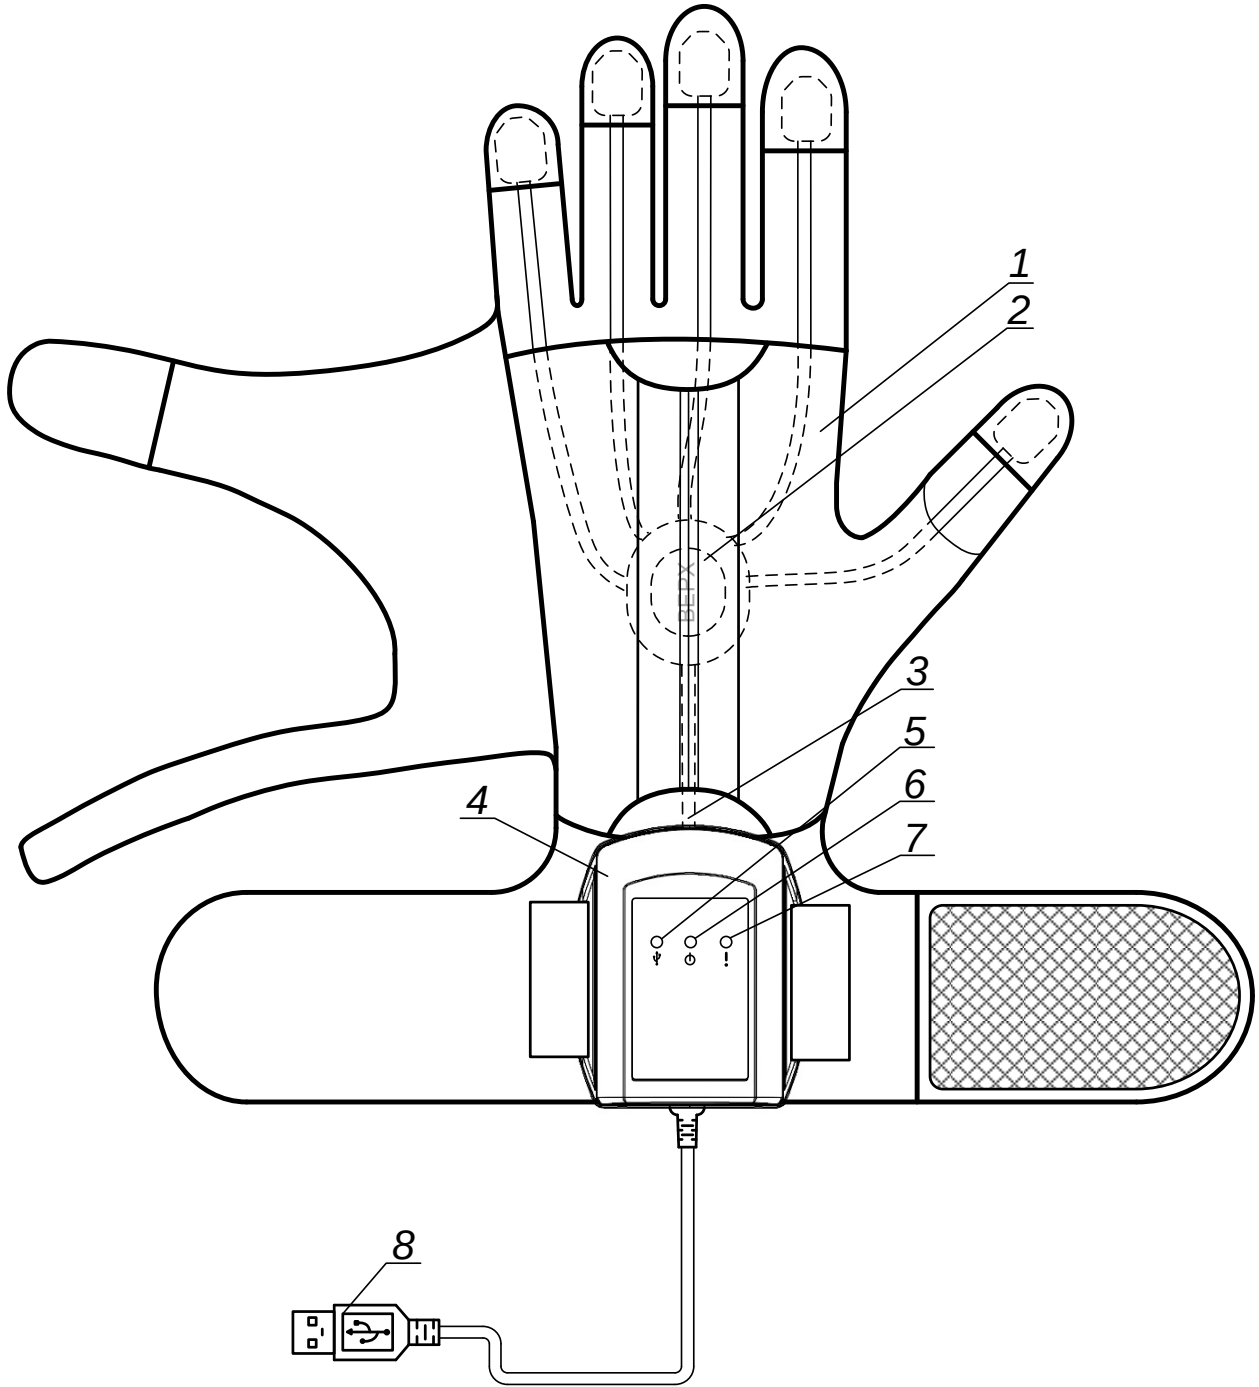

Рисунок 1 – Внешний вид комплекса модификации **перчатки базовая**
6.1.3 Контроль за состоянием комплекса модификации **перчатка базовая** осуществляется при помощи светодиодных индикаторов (рисунок 1 поз.5, 6, 7).